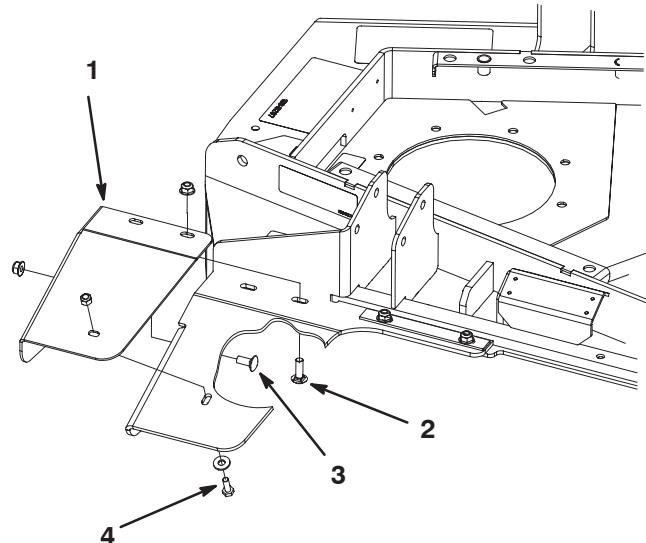

Bild 2
2. Befestigen Sie das linke Fußschutzblech mit den Befestigungen am Gummieablenklech. Die entsprechenden Standorte finden Sie unten. Positionieren Sie die Befestigungen wie in Bild 2 dargestellt.
- Vorderkante – (2) 5/16 x 1 Zoll große Schlossschrauben und Bundmuttern.
- Seite – (1) 1/4 x 3/4 Zoll große Schlossschraube und Bundmutter.